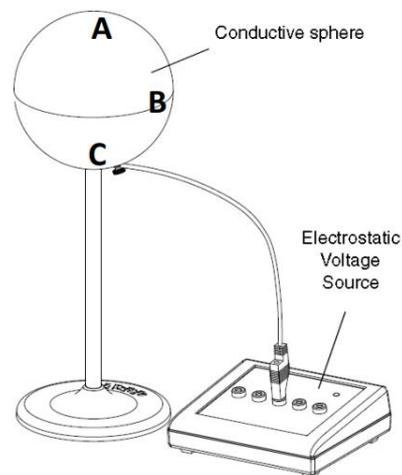

Figura 02: Diferentes regiões do condutor esférico.
- Encoste o plano de prova em algum ponto no topo do condutor esférico (ponto A apresentado na Figura 02);
- Repita todo o procedimento escolhendo outros dois pontos da esfera: um em seu centro e outro na parte inferior (pontos B e C representados na Figura 02), completando a Tabela IV.